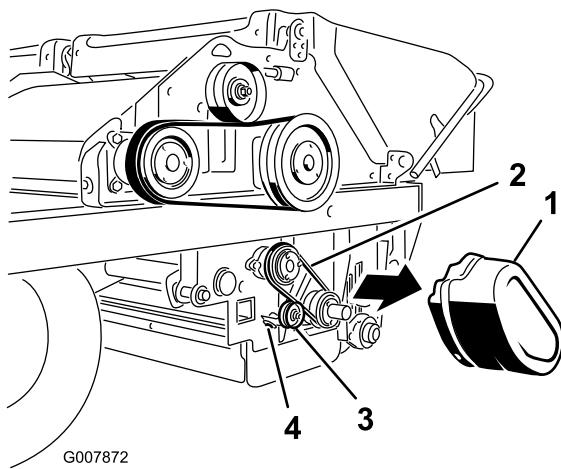

図 59
1. ベルト・カバー (図 59) を取り外す。
2. アイドラ・プーリのナットをゆるめる (図 59)。
3. アイドラ・プーリをベルトに押し付け、アイドラ・プーリのナットを締め付ける（図 59）。